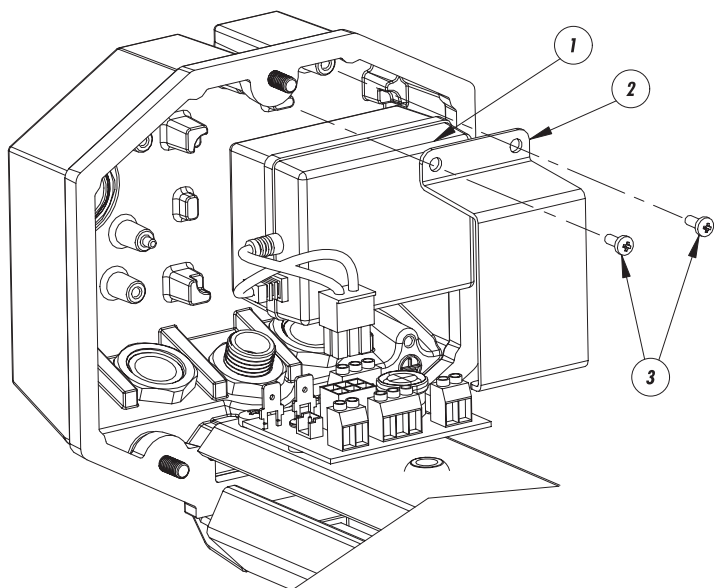
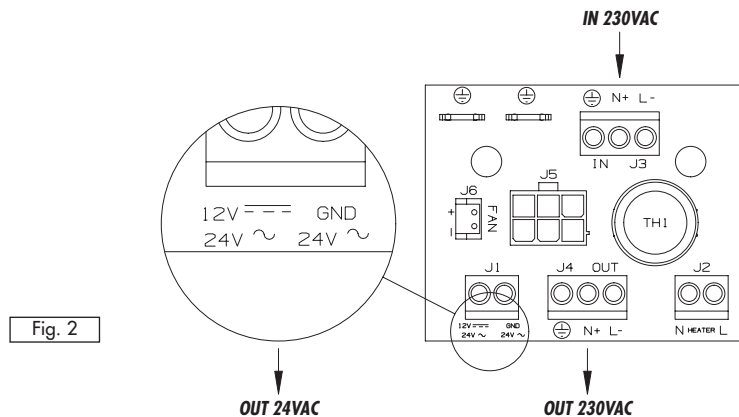

Fig. 1
Fig. 2
- Posizionare l'alimentatore (1) fornito in dotazione al kit nell'apposito alloggiamento previsto sul fondo posteriore della custodia (Fig. 1).
- Fissare l'alimentatore al fondo della custodia con l'apposito supporto (2) e le viti (3) fornite in dotazione al kit (Fig. 1).
- Positionner l'alimentation (1) fournie avec le kit dans le logement prévu sur le fond postérieur du caisson (Fig. 1).
- Fixer l'alimentation au fond du caisson au moyen du support prévu (2) et des vis (3) fournies avec le kit (Fig. 1).
- Place the equipped power supply (1) in the site view for this purpose of the rear side of the housing (Fig. 1).
- Fix the power supply on the bottom of the housing using the special bracket (2) and the equipped screws (Fig. 1).
- Das Netzteil (1) aus dem Lieferumfang des Kits in der vorgesehenen Aufnahme auf der hinteren Abdeckplatte des Gehäuses positionieren (Fig. 1).
- Das Netzteil mit der zugehörigen Halterung (2) und den beiliegenden Schrauben (3) an der Abdeckplatte des Gehäuses fixieren (Fig. 1).
- Inserire il connettore a 6 poli del cavo dell'alimentatore (Fig. 1) nel corrispondente connettore sul circuito di appoggio, indicato con J5 (Fig. 2).
- Insérer le connecteur à 6 pôles du câble de l'alimentation (Fig. 1) dans le connecteur correspondant sur le circuit de support signalé comme J5 (Fig. 2).
- Insert the 6 poles connector of the power supply cable (1) in the correspondant connector on the circuit, shown as J5 (Fig. 2).
- Den 6-poligen Kabelstecker des Netztesiles (Fig. 1) in die zugehörige, mit J5 bezeichnete Steckbuchse auf der Trägerschaltung einfügen (Fig. 2).